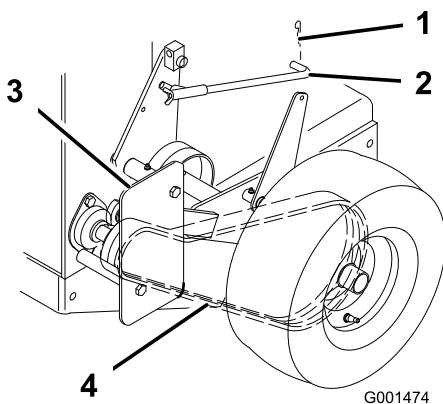

Figure 40
1. Enlevez la goupille fendue qui fixe la tige de frein au bras de frein pour relâcher la poulie de tension de la courroie (Figure 40).
2. Enlevez le boulon inférieur et desserrez le boulon supérieur du déflecteur pour le faire pivoter et accéder à la courroie (Figure 40).
3. Soulevez la courroie et faites-la passer au-delà de la poulie de tension pour l'enlever de la poulie de entraînement (Figure 40).
6. Fixez le déflecteur avec les boulons retirés précédemment, serrés au couple correct (Figure 40).
7. Fixez la tige de frein au bras de frein avec la goupille fendue (Figure 40).